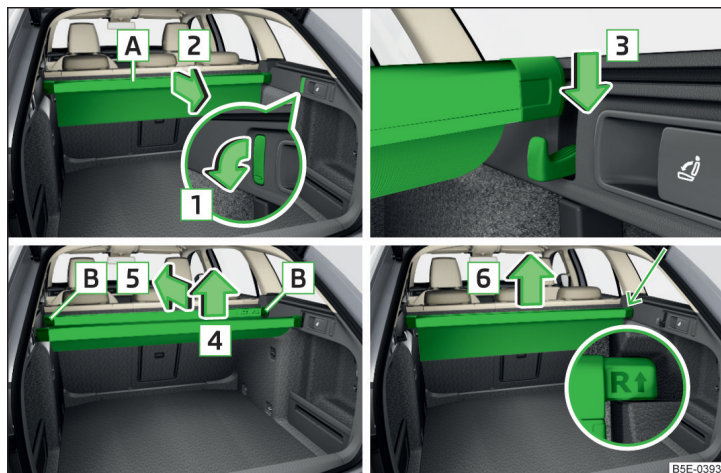

Fig. 141 Bolsa multifunción: retirar/colocar/introducir/extraer
- ▶ Pliegue hacia abajo los ganchos delanteros en ambos laterales del maletero en sentido de la flecha **1** » fig. 141.
- ▶ Retirar la regleta trasera del gancho en el sentido de la flecha **4** e introducir el bolso en el sentido de la flecha **5** » fig. 141.
- ▶ Sacar la bolsa de los alojamientos en el sentido de la flecha **6** » fig. 141.